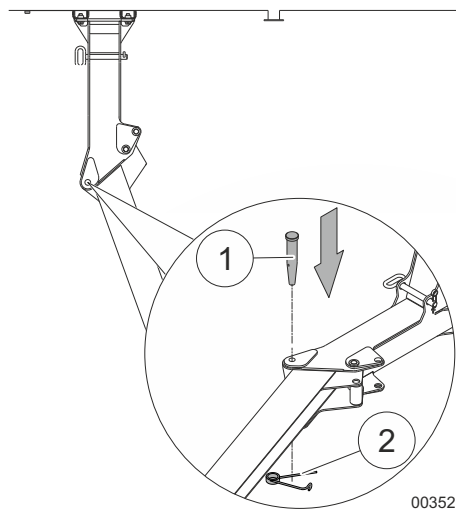

Fig. 157 Aparafusamento da rampa
- 13 Insira e prenda o parafuso (1) na Fig. 157 na rampa e fixe-o com a mola de retenção (2) na Fig. 157.